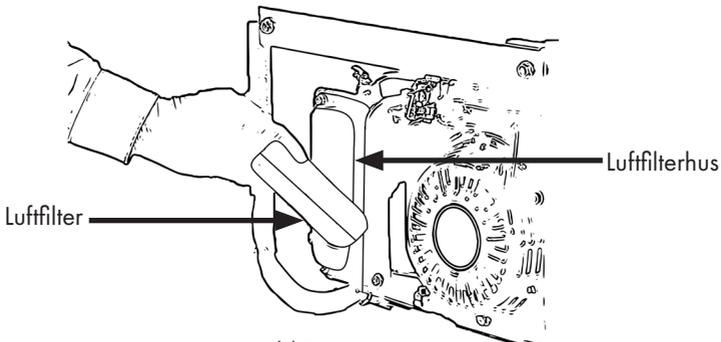

Bild 26
- Ta bort luftfiltret från luftfilterhuset, Fig. 26.